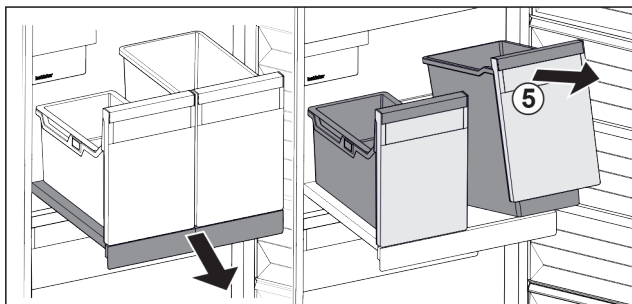

Fig. 29
- ▶ Nadvihnite nádobu Fig. 29 (5) vpredu.